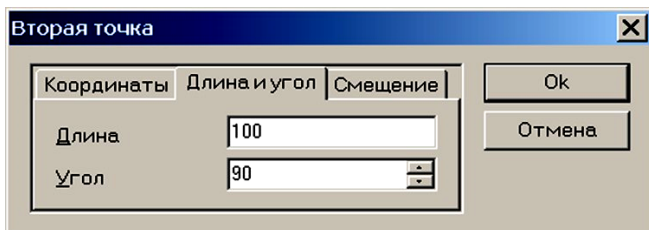

Рис. 35
4) на вкладке «Длина и угол» открывшегося диалогового окна «Вторая точка» (рис. 35) задать длину создаваемого отрезка и угол его наклона относительно горизонтальной оси.